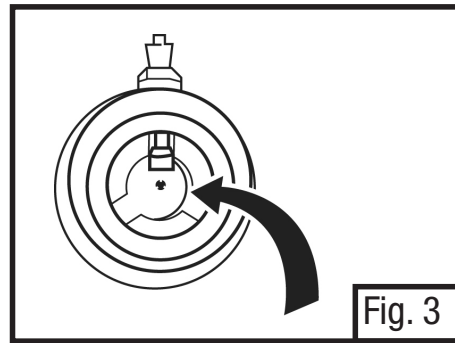

Fig. 3
4. Make certain the 601 Adapter's inhalation valve is in place. (Fig. 3)
4. S'assurer que la soupape d'inhalation de l'adaptateur 601 est bien en place. (Fig. 3)